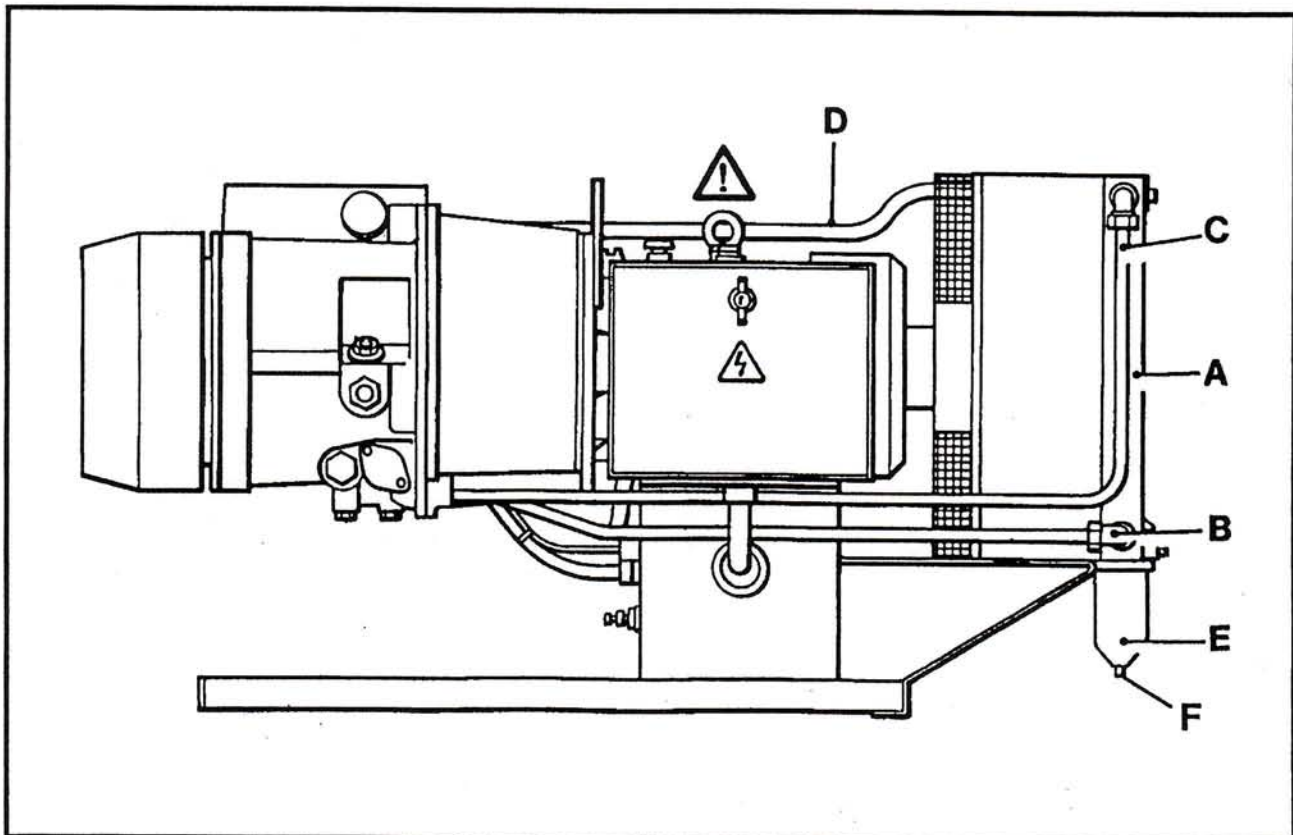

Fig. 4.2 - Rohrleitungssystem
4.2 Rohrleitungsanlage(siehe Fig. 4.2)